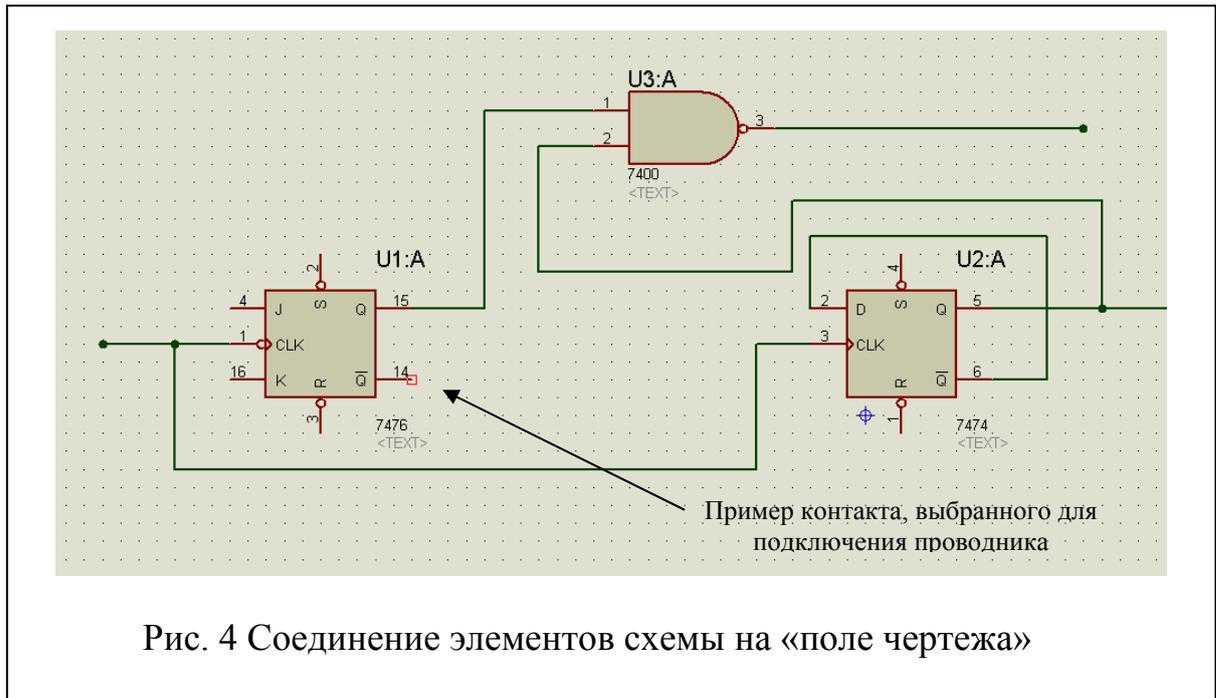
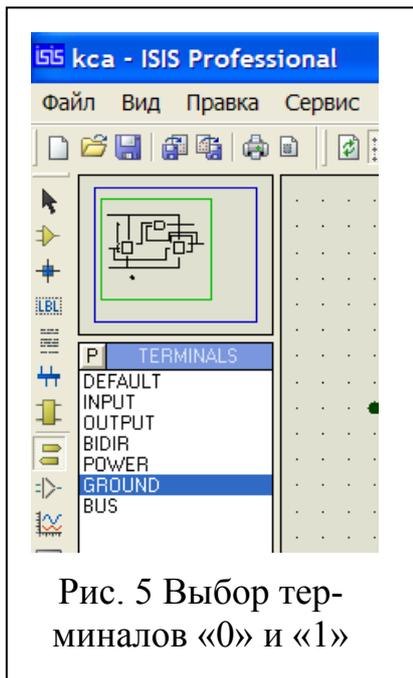

Рис. 4 Соединение элементов схемы на «поле чертежа»
Рис. 5 Выбор терминалов «0» и «1»
ложение – двойным щелчком левой кнопки мыши (рис. 3). **Соедините контакты** элементов в соответствии с синтезированной Вами схемой. Для этого подведите курсор под требуемый контакт (при этом появится красный квадратик около контакта на рис. 4), щелкните левой кнопкой мыши для фиксации начала проводника, и ведите проводник в нужную точку схемы, завершив операцию двойным щелчком (при необходимости изменить направление проводника, щелкните в нужной точке схемы один раз левой кнопкой).
терминал находятся в библиотеке, которая выбирается пиктограммой «Терминалы», в левом вертикальном графическом меню (рис. 5). Уровень логической «1» обеспечивает терминал «POWER», а уровень «0» - терминал «GROUND». Расположение их на чертеже и соединение с проводниками и контактами – аналогично.
4. **Подайте** требующиеся **статические** (постоянные) **сигналы** на требуемые контакты микросхем. На рис. 4 это контакты J K триггера U1:A, и входы S установки исходного состояния обоих триггеров. Это делается с помощью соединения этих контактов со специальным элементом, называемым терминалом (рис. 5). Элементы типа
вило, это входные сигналы Вашего устройства. На рис. 4 это сигналы на входах CLK триггеров, и сигналы установок на их входе R. Сигнал на входе CLK – это импульсный тактовый сигнал, сигнал на входах R – дискретный, меняющийся лишь несколько раз в процессе работы устройства. Это можно делать различным образом, но для унификации мы воспользуемся **одним генератором, с соответствующим изменением параметров его выходного сигнала**. Выбор генератора как элемента схемы производится из библиотеки генераторов в левой вертикальной части основного окна программы (рис. 6). **Тип генератора «DPATTERN»**. Расположение на чертеже и соединение с проводниками и контактами – по обычным правилам. Подключаем два (или несколько) таких генераторов, но